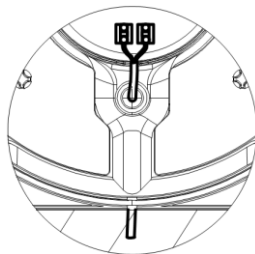

Рисунок 3 – Подключение светильника.
5.6. *Заведите кабель через силиконовый гермоввод (Рисунок 3). Сечение внешней изоляции кабеля должно быть круглое. Рекомендуемый диаметр кабеля – от 4 до 6 мм (AWG 6-2), зачистка внешней изоляции кабеля – не более 20 мм. Заведите провода в быстрозажимную клеммную колодку внутри светильника. Рекомендуемая длина зачистки провода – 5-6 мм.